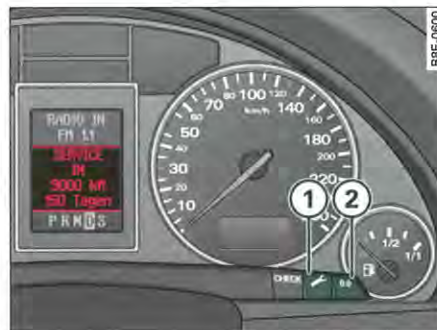

Fig. 7 Vue partielle du combiné d'instruments : indicateur de périodicité d'entretien
- Remettez le contact d'allumage en maintenant la touche ① ⇒ *page 16*, fig. 7 enfoncée. L'un des deux messages apparaît à l'afficheur : **SERVICE DANS ---- KM** ou **SERVICE !**.
- Tirez la touche de remise à zéro ② jusqu'à ce que le message **SERVICE DANS 2000 KM --- JOURS** ou **SERVICE !** s'affiche.
La touche de remise à zéro ② ⇒ *page 16*, fig. 7 ② permet d'exécuter les fonctions suivantes :